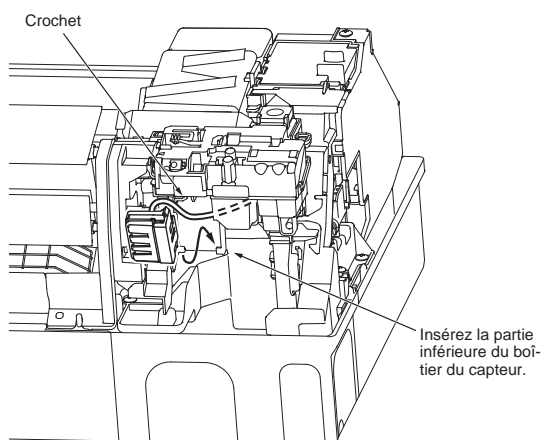

Fig. 3
- 4) Insérez le capteur de réfrigérant dans le sens de la flèche et fixez-le au crochet. (Fig. 3)